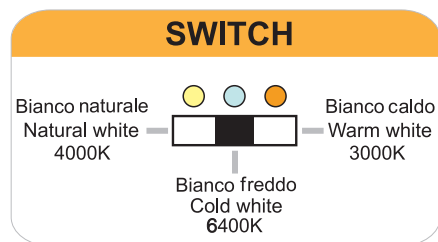

Fig.4
3. Seguendo le indicazioni in "Fig.4", selezionare la tonalità di bianco desiderata agendo sullo switch frontale.
3. Following the instructions in "Fig.4", set the desired shade of white using the front switch.